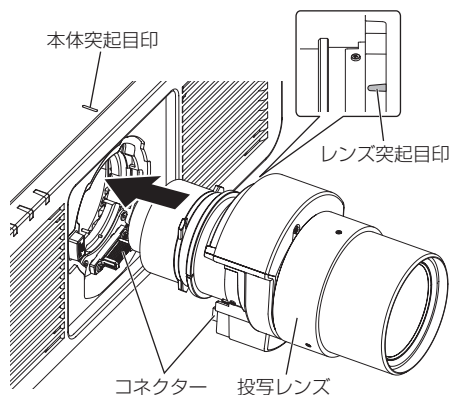

図 1
1) 投写レンズの突起目印を、本体の突起目印に合わせて奥まで差し込む（図 1）